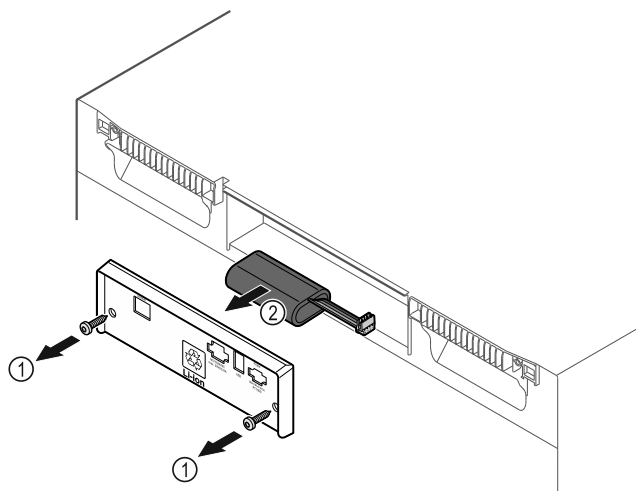

Fig. 153
- ▶ Schroeven eruit draaien en het afdekplaatje aan de achterkant van het apparaat verwijderen Fig. 153 (1).
- ▶ Batterij ontkoppelen en verwijderen Fig. 153 (2).